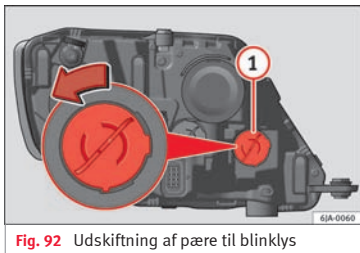

Fig. 92 Udskiftning af pære til blinklys
- Drej pæreholderen » Fig. 92 ① mod uret, og tag den af.